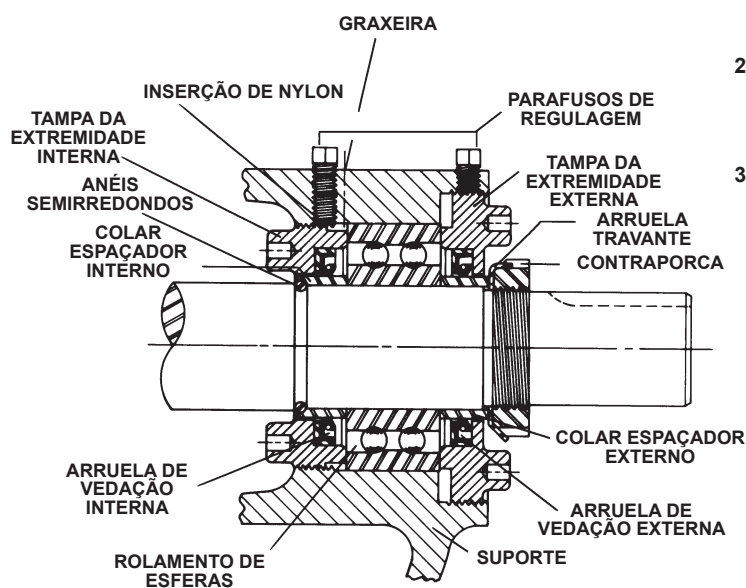

FIGURA 7
5. Empurre o eixo para frente aproximadamente 0,5 polegada (1,27 cm) e remova o par de anéis semirredondos sob o espaçador interno. Nas bombas dos tamanhos Q, QS, e M não há nenhum par de anéis semirredondos. **consulte a Figura 7.**
9. Solte os quatro parafusos de regulagem sobre as tampas das extremidades externas e internas. Remova ambas as tampas da extremidade, o rolamento de esferas e os espaçadores. Consulte a Figura 7. A tampa interna pode ser removida pelas aberturas laterais do suporte.
Coloque um par de anéis semirredondos no eixo e deslize o espaçador interno do rolamento sobre os anéis semirredondos para prendê-los no lugar. Nas bombas dos tamanhos Q, QS, e M não há nenhum par de anéis semirredondos. **Consulte a Figura 7, na página 8.**
9. Aperte a arruela de vedação de frente para a extremidade de eixo na tampa da extremidade interna e insira a tampa da extremidade através da extremidade do eixo do suporte. Gire a tampa da extremidade no sentido horário, olhando para a extremidade do eixo, até ela se encaixar na rosca. Os orifícios na tampa da extremidade para encaixar a chave devem estar de frente para o rotor. Gire a tampa da extremidade com a chave de aperto até ela sair ligeiramente pela abertura no lado do suporte. A tampa da extremidade não deve ser apertada demais para que a arruela de vedação não ultrapasse a extremidade do espaçador do eixo ou da tampa da extremidade e saia da rosca. **Consulte a Figura 7, na página 8.**
11. Aperte a arruela de vedação de frente para a extremidade de eixo na tampa da extremidade externa e insira a tampa da extremidade no suporte. Gire a tampa da extremidade no suporte até ela ficar apertada contra o rolamento. **Consulte a Figura 7, na página 8.**
12. Instale a arruela travante e a contraporca no eixo. Insira um cabo de madeira ou bronze na abertura da porta entre os dentes do rotor para evitar que o eixo gire. Aperte a contraporca até 162,7-203,4 Nm (120-150 pés-lbs.) torque (LS) ou 230,5-257,6 Nm (170-190 pés-lbs.) torque (Q, QS, M). Dobre uma ponta da arruela travante na abertura da contraporca. Se a ponta não se alinhar com a abertura, aperte a contraporca até o encaixe. Deixar de apertar a contraporca ou de encaixar a ponta da arruela travante pode resultar em falha prematura do rolamento e causar danos ao resto da bomba.